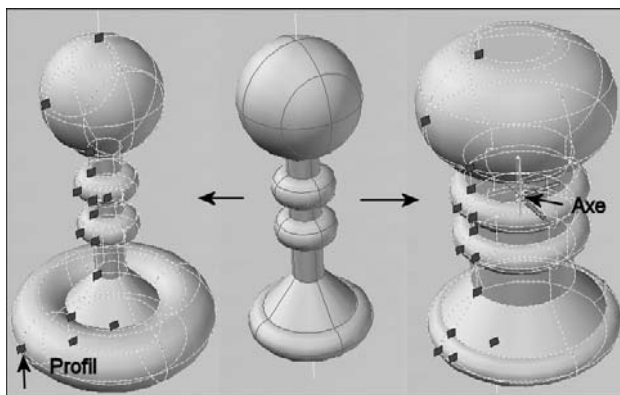

Fig.20.6
- **Solides et surfaces de révolution** : les solides et les surfaces de révolution affichent des poignées sur leur profil de révolution au début du solide ou de la surface. Vous pouvez utiliser ces poignées pour modifier le profil du solide ou de la surface. Une poignée est également affichée à l'extrémité de l'axe de révolution. Vous pouvez repositionner l'axe de révolution en sélectionnant cette poignée et en choisissant un autre emplacement (fig.20.6).